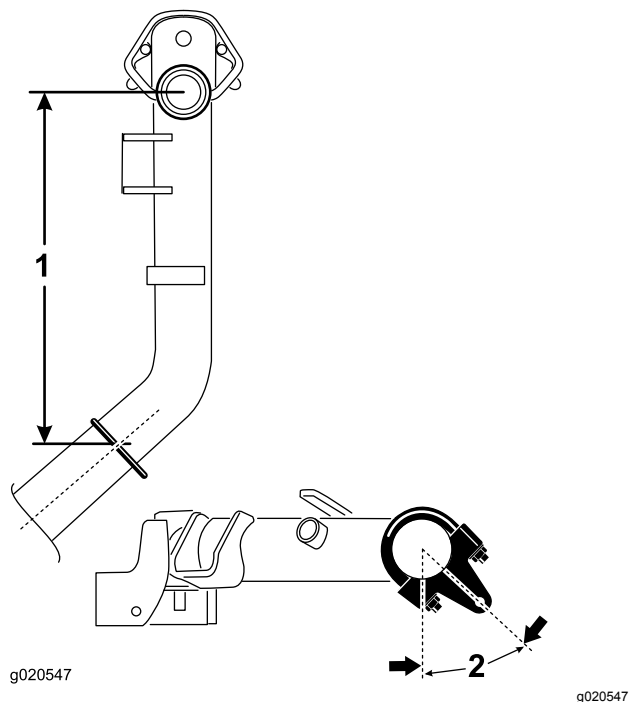

Bild 6
4. Positionieren Sie die Halterungen und U-Bügel an den Hubarmen Nr. 2 und Nr. 3 38,1 cm hinter der Mittellinie des Kreuzgelenks (**Bild 6**).